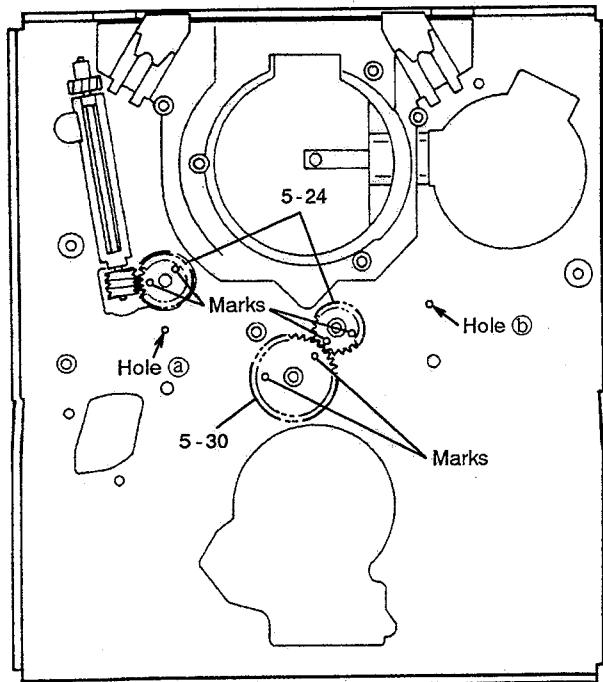
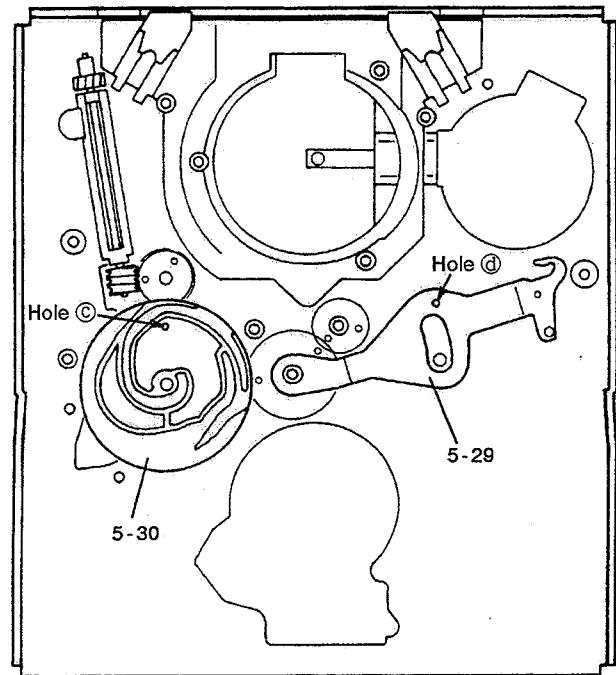

Fig. 2
Fig. 3
As shown in Fig. 2, install 5-24 and 5-30 so that the two marks are visible.
- 1). Install 5-25 so that hole ④ in 5-25 in Fig. 3 is aligned with hole ④ in the mechanism chassis. (Using a 1 mm dia. rod, pass it through the both holes to see if they are aligned with each other. Whenever checking holes for alignment hereafter, employ this method.)
- 2). Similarly, install 5-29 so that hole ⑤ in 5-29 in Fig. 3 is aligned with hole ⑤ in the mechanism chassis.
5-24, 5-30 は図 2 のように、マーク 2 個が表側になるように取り付ける。
- 1). 図 3 の 5-25 の穴 ④ とメカ・シャーシの穴 ④ (図 2) が一致するように、5-25 を取り付ける。
- 2). 同様に、図 3 の 5-29 の穴 ⑤ とメカ・シャーシの穴 ⑤ (図 2) が一致するように、5-29 を取り付ける。